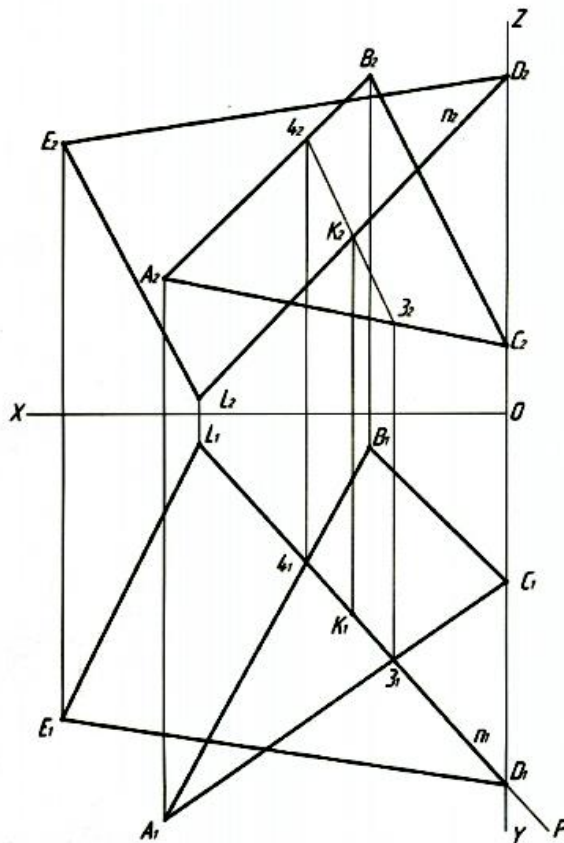

Рис. 3. Построение точки K — точки встречи перпендикуляра n с плоскостью $R(ABC)$ и нахождение точки L
3. Построить точку K — точку встречи перпендикуляра n с плоскостью $R(ABC)$ $[K = n \cap R(ABC)]$. Завершить построение треугольника DEL , построив точку L . Точка L принадлежит перпендикуляру n $[L \in n]$. Точка D симметрична точке L относительно плоскости $R(ABC)$ $[DK \cong KL]$ (рис. 3).
Получив точку K , мы можем построить точку L . Так как, точка D симметрична точке L относительно плоскости треугольника ABC , то откладываем $KL = DK$. Сначала строим горизонтальную проекцию L_1 , а затем с помощью ЛПС находим фронтальную проекцию L_2 или наоборот (рис. 3).